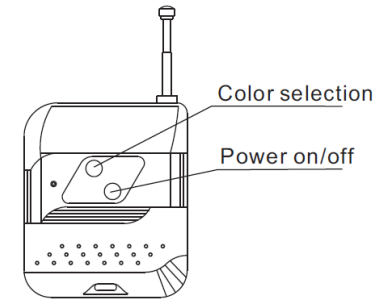

Fig 4
F. Funktionen der Funkfernbedienung (Siehe Fig. 4)